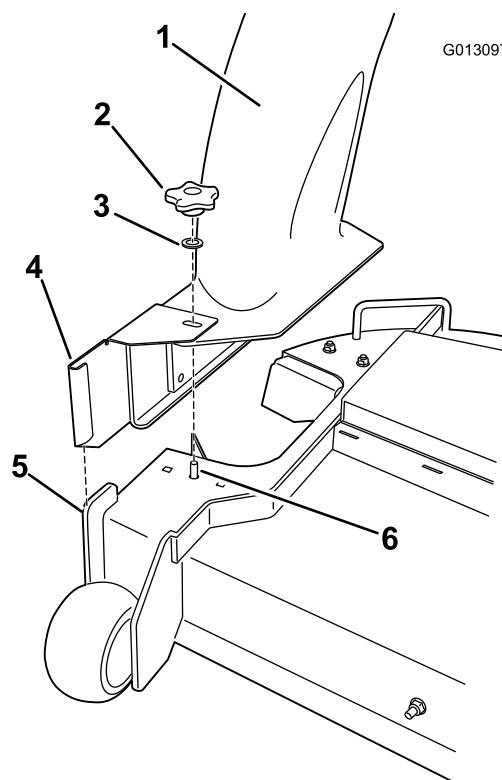

Figure 11
Remarque: Vérifiez que l'ouverture en haut de l'éjecteur est bien alignée sur l'ergot exposé situé sur le haut du plateau de coupe et que la plaque verticale avant s'adapte avec le support en métal replié de l'éjecteur (Figure 11).
6. Montez une rondelle et une molette de serrage sur l'ergot qui dépasse du dessus de l'éjecteur (Figure 11).